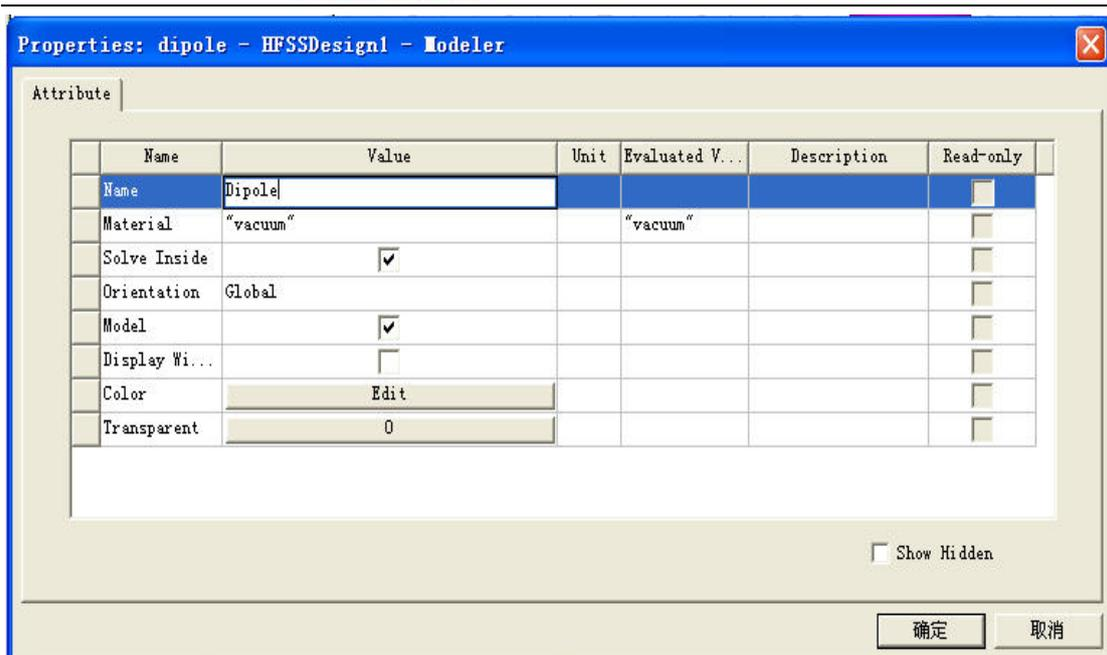
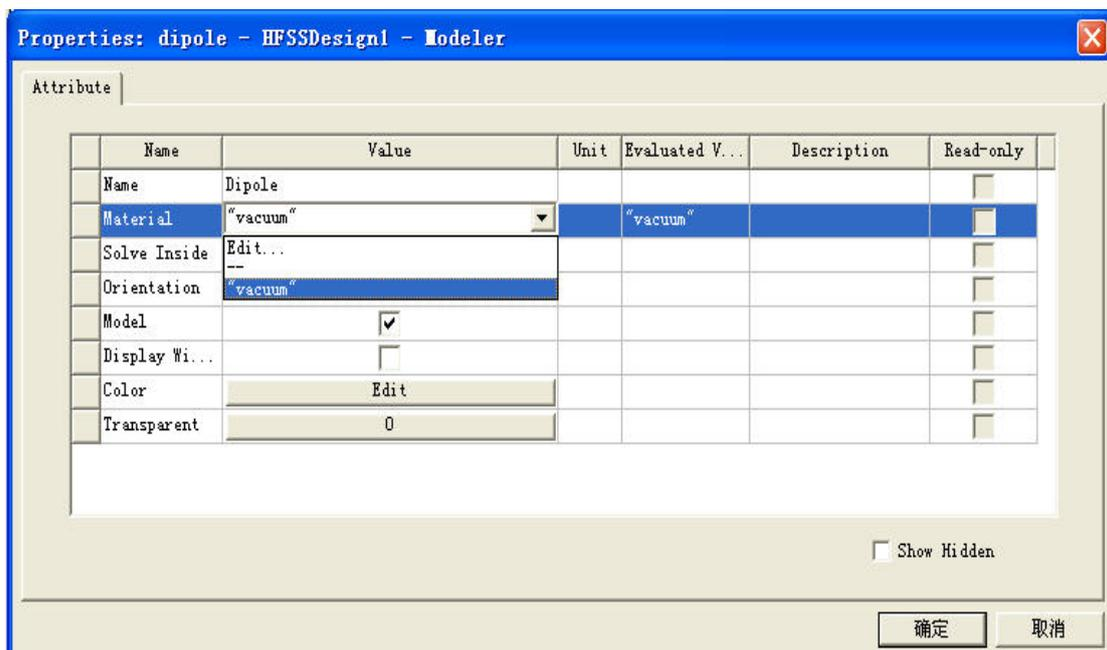

图 11 圆柱体命名为 Dipole
图 12 Material 项的“vacuum”菜单
将 Attribute 选项卡中圆柱体名称 (Name) 由 Cylinder1 改为图11所示与工程文件名相同的 Dipole。
- 3) 圆柱体材质选择：单击图 11 中 Material 项，再单击“vacuum”选项，打开图 12 所示“vacuum”的下拉菜单。
选择图 12 中 Edit 项，打开图 13 所示的材质选择对话框。